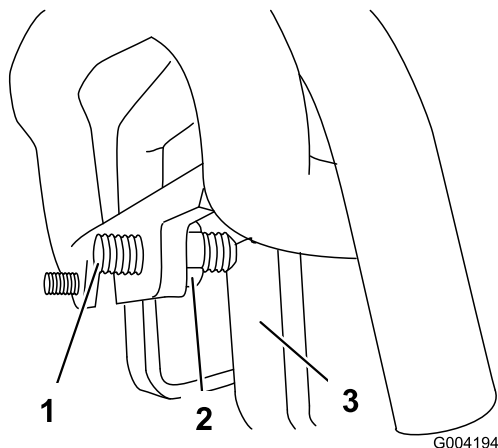

Bild 54
3. Falls die Zugmaschine nach **links** zieht, lockern Sie die **rechte** Klemmmutter und stellen Sie die Spurweiten-Stellschrauben vorne am Fahrtrieb ein (Bild 54).
4. Falls die Zugmaschine nach **rechts** zieht, lockern Sie die **linke** Klemmmutter und stellen Sie die Spurweiten-Stellschrauben vorne am Fahrtrieb ein (Bild 54).